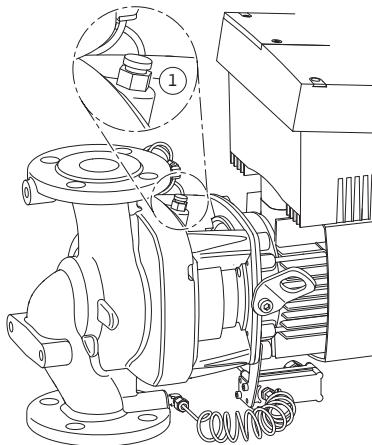

Fig. 45: Souape d'échappement
- Purger la pompe en ouvrant les vannes de purge (fig. 45, pos. 1). La marche à sec détruit la garniture mécanique de la pompe. Le capteur de pression différentielle ne doit pas être purgé (risque de destruction).